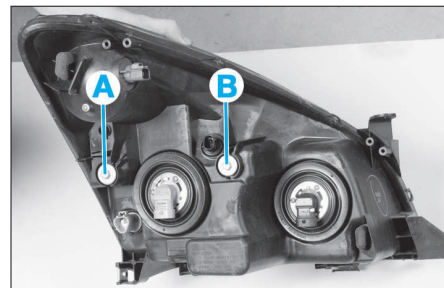

FIG. 10
- Agir sur la molette (A) pour le réglage horizontal (côté Gauche représenté) (fig. 10).
- Agir sur la molette (B) pour le réglage vertical.